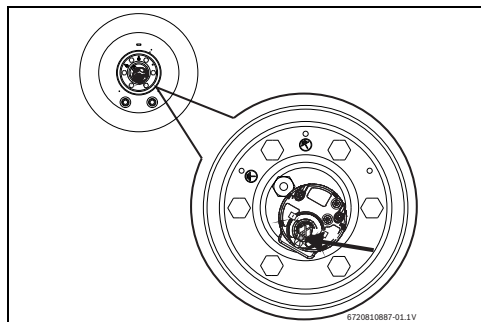

Fig. 16 Botão de rearme
- ▶ Pressionar completamente o botão (Fig. 16).